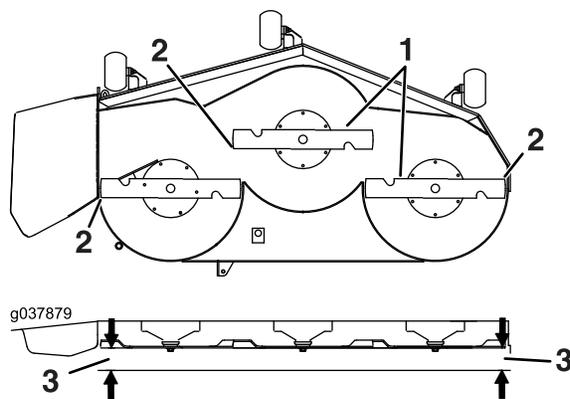

Figure 82
- Mesurez la distance entre la pointe des lames et le sol plat (Figure 82). Si les deux mesures diffèrent de plus de 5 mm (3/16 po), ajustez l'horizontalité des lames; poursuivez cette procédure.
13. Tournez prudemment les lames pour qu'elles soient parallèles dans le sens transversal (Figure 82).